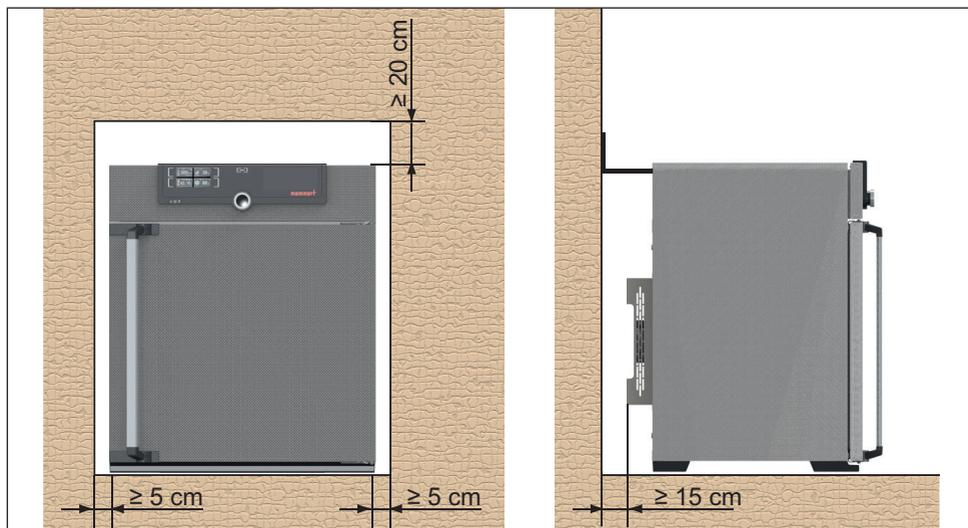

Fig. 7 Distanza minima da pareti e soffitti
La distanza fra il muro e la parete posteriore dell'apparecchio deve essere di almeno 15 cm. La distanza dal soffitto deve essere di almeno 20 cm e la distanza laterale rispetto al muro o a un altro apparecchio adiacente deve essere di almeno 5 cm (Fig. 7). È necessario assicurare una circolazione d'aria sufficiente intorno all'apparecchio.
2. Inclinare il dispositivo antiribaltamento verso l'alto fino a raggiungere un angolo di 90° rispetto alla parete (rispettare la distanza minima dalla parete, v. Fig. 7).